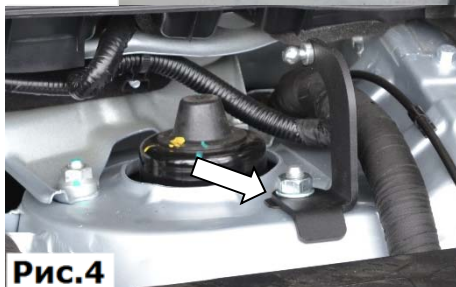

Рис.4
3. Установить кронштейн стойки, надев его на штатную шпильку установить шайбу 10 и притянуть гайкой 10 торцевой головкой № 17 с усилием 48 Нм, (Рис. 4)